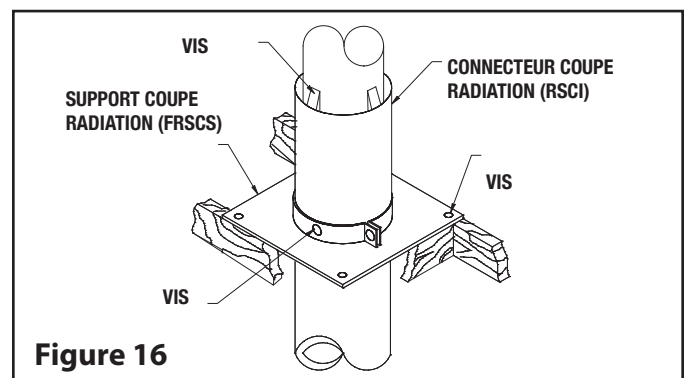

Figure 16
- Au niveau du plafond à partir de la partie supérieure, installez un connecteur coupe radiation (RSCI) et un support coupe radiation (FRSCS), attachez-les mais ne les serrez pas ensemble (voir Figure 16).